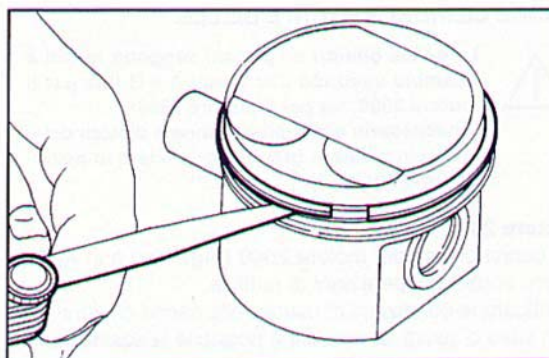

Fig. 105 ▲
- controllare il gioco dei segmenti nelle gole dei pistoni (Fig. 105); se le gole sono usurate ed il gioco risulta eccessivo, sostituire i pistoni;
- check clearance of the piston rings in the piston grooves (Fig. 105); if the grooves are worn and clearance is too great, replace the pistons;